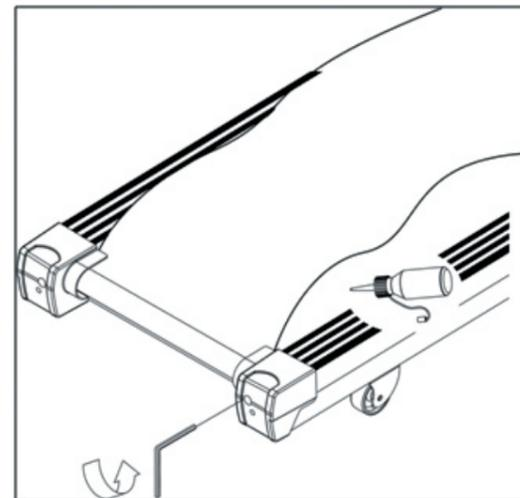

FIG. 23
- ▶ Sollevare il bordo del nastro dal lato sinistro (Fig. 23).